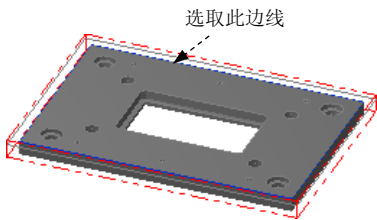
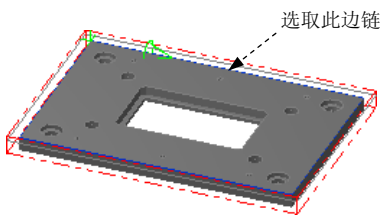

图 2.16 选取区域
图 2.17 定义区域
Step2. 设置加工区域。在图形区中选取图 2.16 所示的边线，系统自动选取图 2.17 所示的边链。单击 **✓** 按钮，完成加工区域的设置，同时系统弹出“2D 刀具路径-外形铣削”对话框。